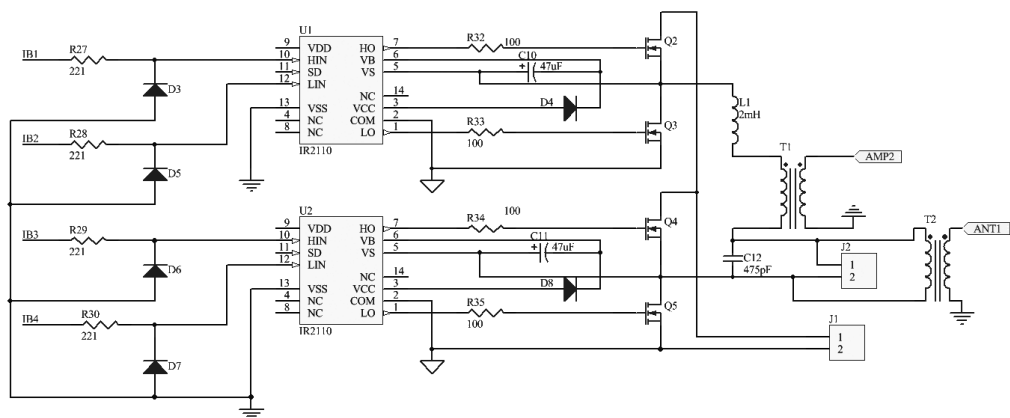

图 5-28 绘制完的原理图 3
3) 选择菜单命令“文件”→“New”（新建）→“原理图”，然后单击右键选择“保存为”菜单命令将新建的原理图文件另存为“Sample. SchDoc”。完成后的原理图如图 5-28 所示。